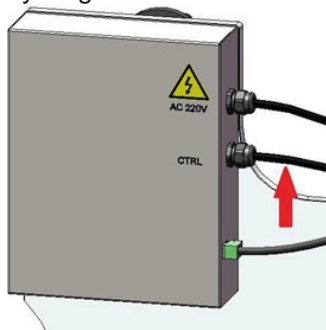
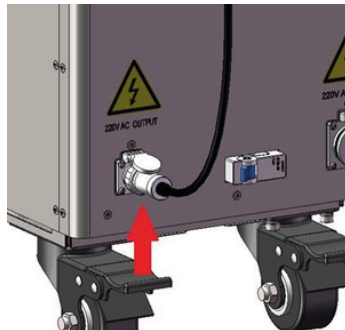

Figura 4.3
Figura 4.4
2. Conecte el cable de CTRL (como se muestra en la Figura 4.3) a CTRL-INTERFACE. Conéctelo según la marca en el cable. Fíjelo firmemente y luego instale la cubierta protectora.
Conecte el cable correspondiente a 220V AC (como se muestra en la Figura 4.3) a la salida de 220V AC (como se muestra en la Figura 4.4). El cable debe estar firmemente fijado.